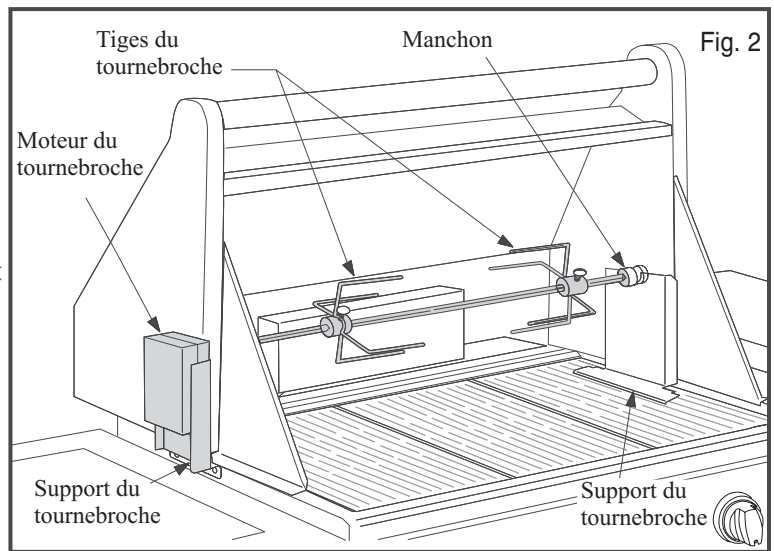

Fig. 2
3. Insérez les extrémités du support du tournebroche dans les fentes de la grille de cuisson de droite, afin que la bordure droite du support se trouve à environ un pouce [2,5 cm] de la paroi droite (10 po [25 cm] sur les modèles à 6 brûleurs) et l'encoche supérieure du support est dans l'axe de l'orifice de la tige du tournebroche dans la paroi gauche (voir la Fig. 2).